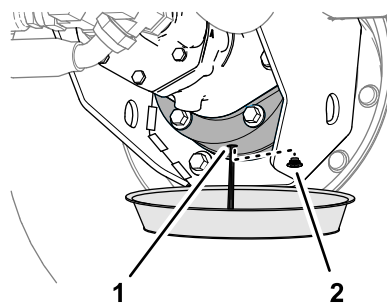

Figura 87
6. Posizionate una bacinella di spurgo sotto la scatola del freno, rimuovete il tappo di spurgo e lasciate spurgare completamente l'olio (Figura 87).